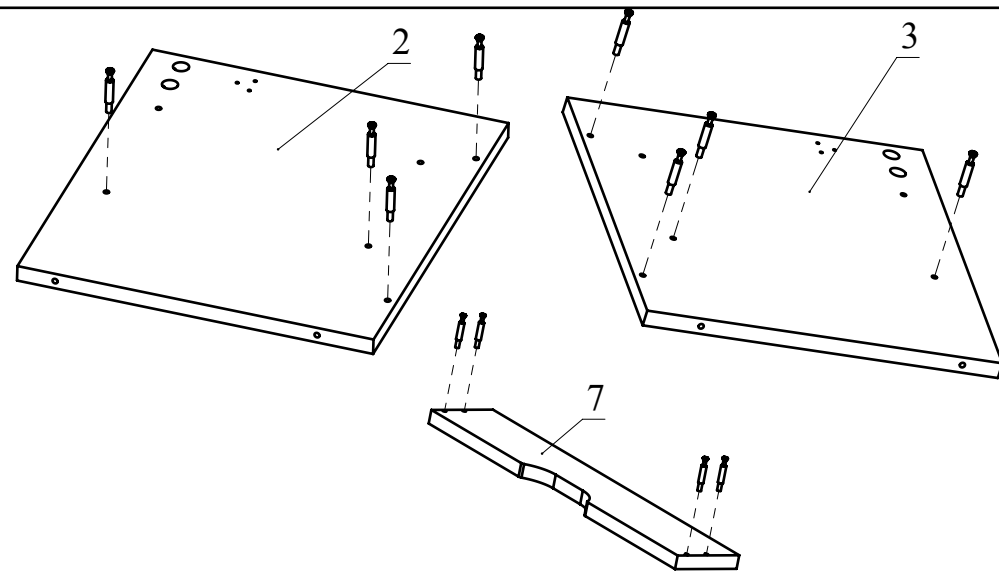

Рис.1
1. Вкрутите шпильки минификсов в детали 2, 3, 7 (Рис. 1).